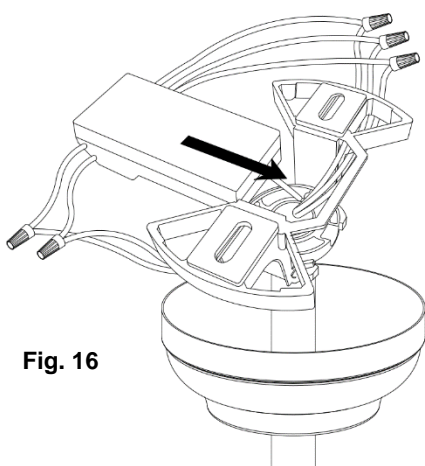

Fig. 16
9. Inserte el receptor remoto con cuidado sobre la bola de colgado en el espacio sobrante del soporte de montaje. Tenga cuidado de no dañar ni aflojar nada del cableado. (Fig. 16)